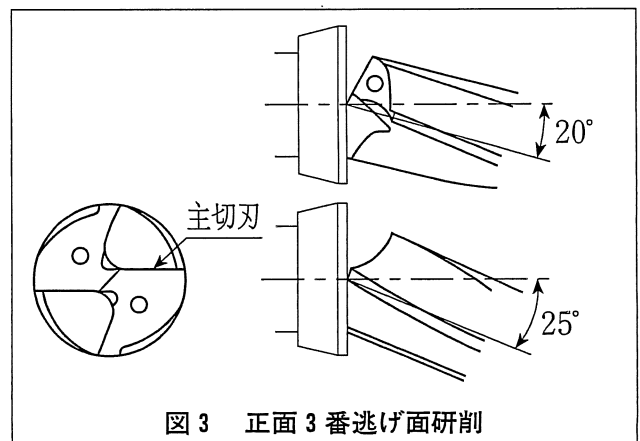

図3 正面三番逃げ面研削
- 1) 図3のように切刃が水平となるようにセットし、先端角が一致するよう20° とします。